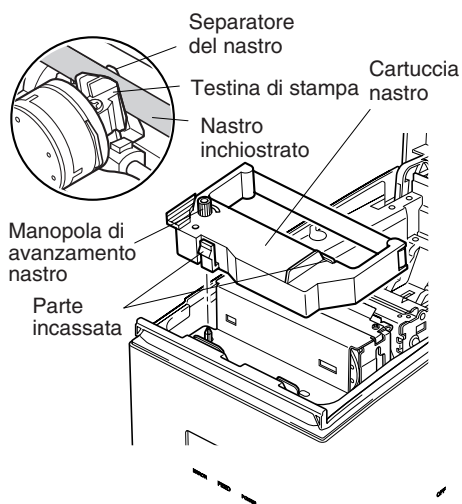

Fig. 5-2 Inserimento della cartuccia nastro
- ③ Inserire la cartuccia nastro nella direzione mostrata nella Fig. 5-2 e premerla in basso per caricarla. Se il caricamento della cartuccia nastro non è soddisfacente, premere in basso la cartuccia nastro girando la manopola di avanzamento nastro in direzione della freccia.
- ④ Girare la manopola di avanzamento nastro della cartuccia nastro in direzione della freccia per eliminare l'allentamento del nastro.
- ⑤ Chiudere il coperchio.